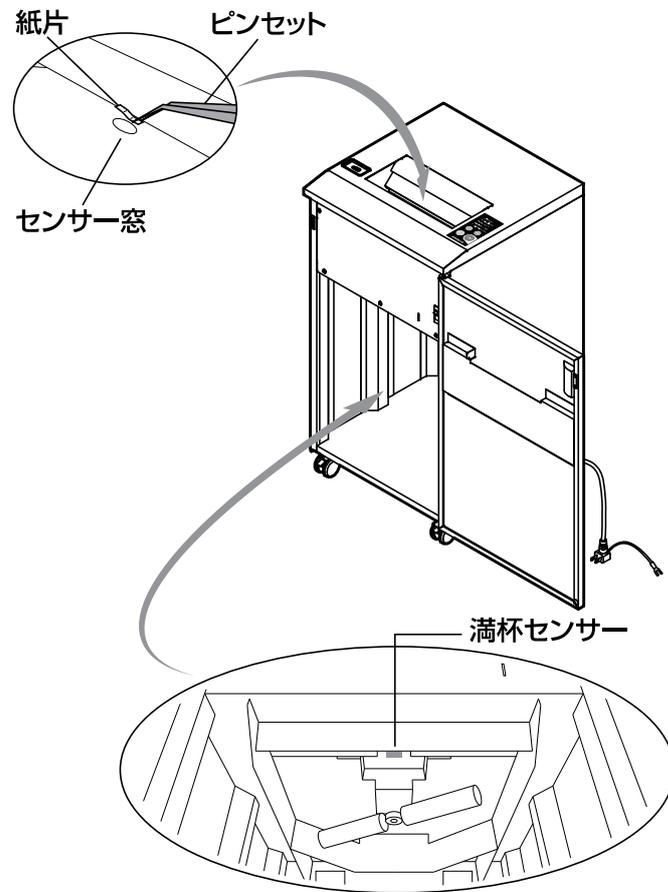

図9 NXI-406SPHの各センサーの掃除
・投入口④に細断紙片が残っていませんか? ……投入口④のセンサー窓に残っている細断紙片を、ピンセット等を使って 取り除いてください。 …… P5 図1/P15 図9